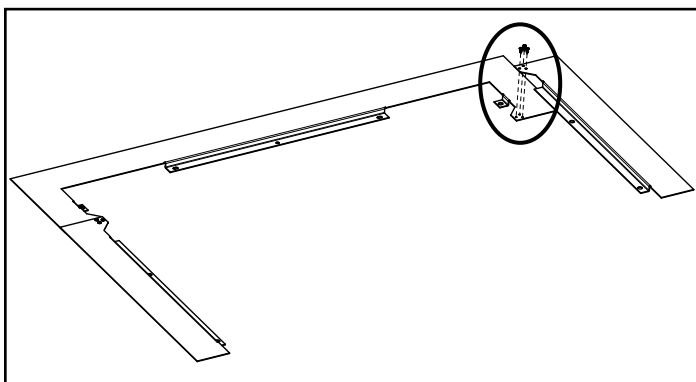

Figure 22.1
3. Répétez les étapes 1 et 2 pour l'Extension Surround Côté gauche (**Figure 22.1**).